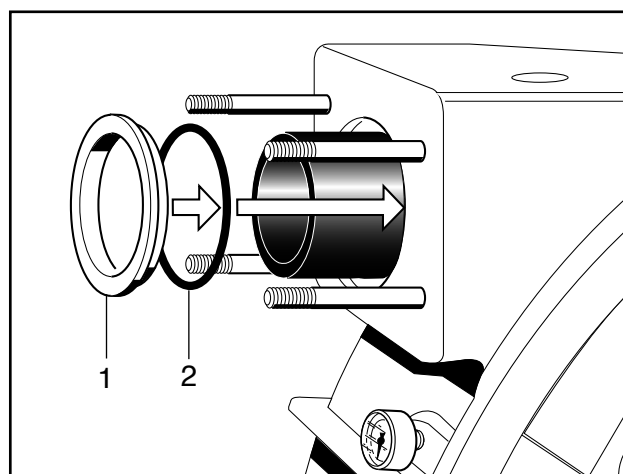

Fig. 33 Montaje del anillo graduado
4. Montar primero completamente las boquillas de conexión en el lado de descarga. Empezar con el montaje de la junta nueva (pos. 2, fig. 33) seguida del anillo graduado (pos. 1, fig. 33).